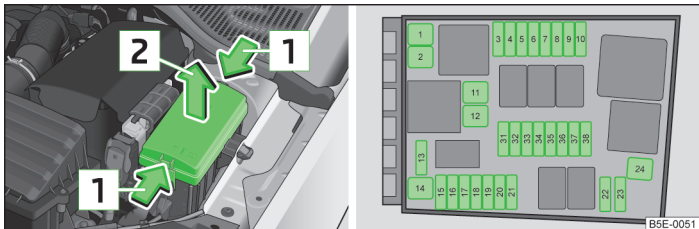

Abb. 216 Abdeckung des Sicherungskastens im Motorraum / schematische Darstellung des Sicherungskastens
- Die Verriegelungstasten der Abdeckung gleichzeitig in Pfeilrichtung **1** zusammendrücken » Abb. 216.